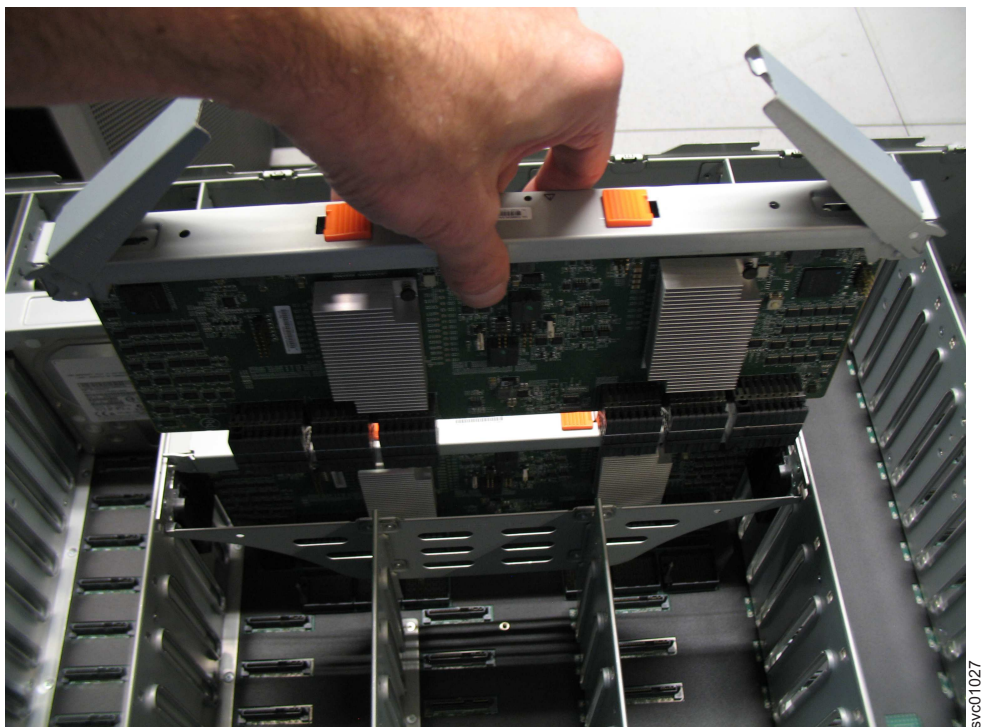

图 115. 卸下辅助扩展器模块
4. 从机柜中小心地抬出辅助扩展器模块，如第 121 页的图 115 中所示。